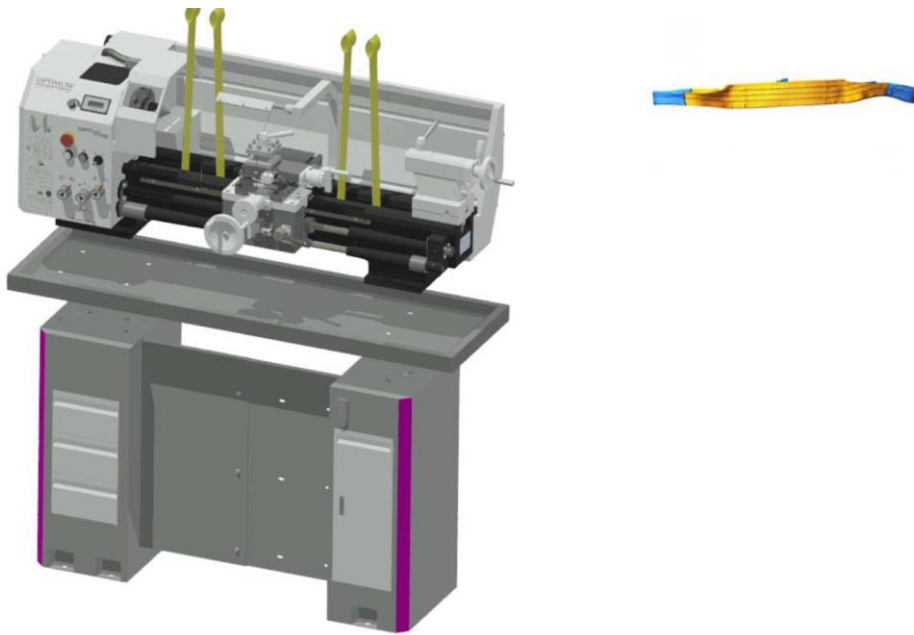

Рис. 3-1: Точка подвеса груза
- Закрепите механизм подвески груза, как показано НА РИС. 3-1: ТОЧКА ПОДВЕСА ГРУЗА